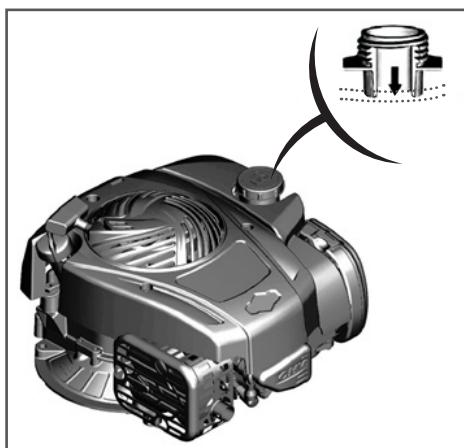

Рис. 14 Максимальный уровень топлива в топливном баке
Максимальный уровень топлива показан на Рис. 14.
3. Залейте бензин в топливный бак при помощи специальной емкости или воронки до уровня, показанного на Рис. 14.